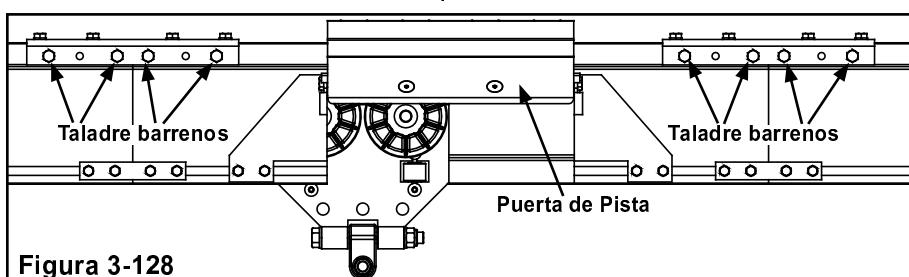

Figura 3-128
- Paso 1. Use soporte superior de montaje de riel como plantilla para marcar riel y haga cuatro (4) barrenos en cada extremo del ensamble de puerta de acceso, use broca 13/32" (11 mm). No trate de barrenar en línea. Vea Figura 3-128.
- Paso 2. Instale cuatro (4) M10 x 100 mm HHCS con tuerca nylock M10 en cada extremo de puerta de acceso. **Apriete hasta asentar tornillos + ¼ vuelta**. No apretar de más.